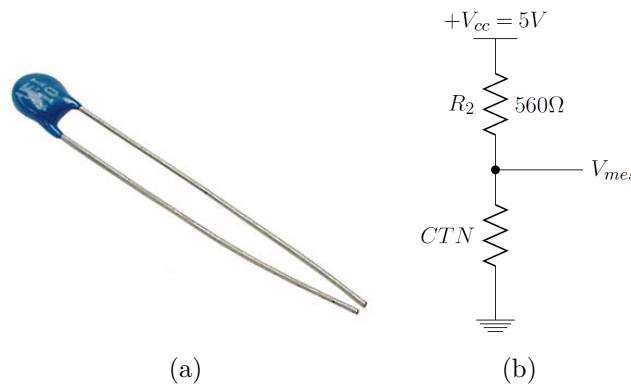

FIGURE 1 – Thermistance CTN
On s'intéresse à une thermistance à coefficient de température négatif (CTN), c'est à dire à une résistance dont la valeur décroît quand la température augmente. Celle-ci est représentée à la FIGURE 1.
12. Les batteries doivent se mettre automatiquement en protection lorsque la température de 110°C est détectée. La thermistance est insérée dans un pont diviseur conformément à la FIGURE 1. Quelle est la tension correspondante à cette température limite d'après le constructeur ? D'après votre modèle ?